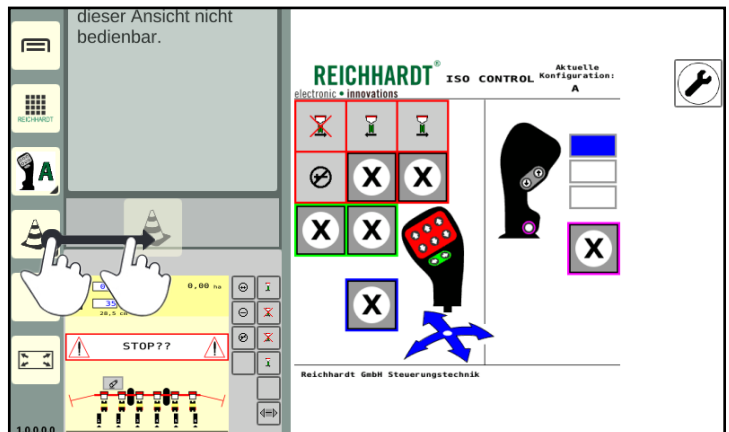

Abb. 61: Anwendung in Miniaturfenster platzieren
4. Warten Sie bis sich ein leeres, schmales Fenster abzeichnet (siehe Abb. 61).